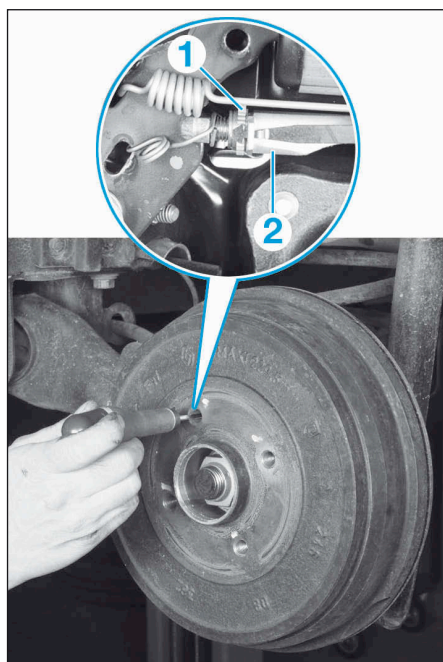

FIG.12
Si nécessaire, afin de faciliter la dépose du tambour et à l'aide d'un tournevis glissé à travers un des trous de fixation du tambour, agir sur la molette (1) de la biellette de rattrapage de jeu (2) (Fig.12).